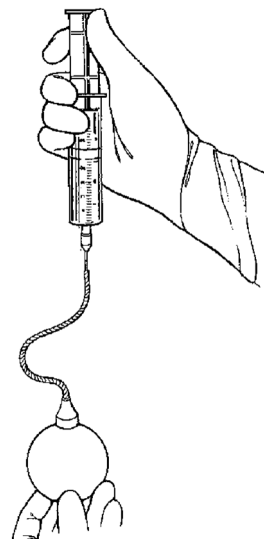

Figura 3-3. Collegamento della siringa e preparazione del serbatoio
1. Collegare l'ago smusso calibro 15 alla siringa da 60 cc parzialmente riempita con soluzione fisiologica normale sterile al serbatoio (**Figura 3-3**).